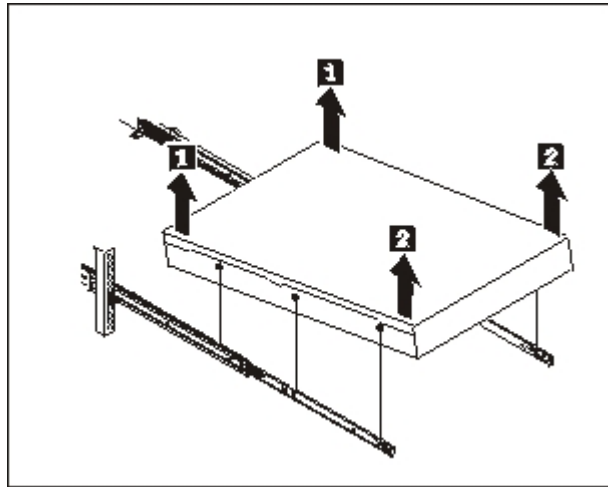

Abbildung 30. Appliance von den Schienen heben
2. Heben Sie die Appliance von den Schienen, wie in Abb. 30 dargestellt.